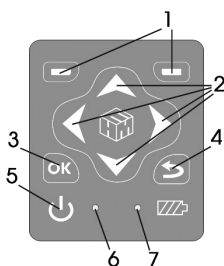
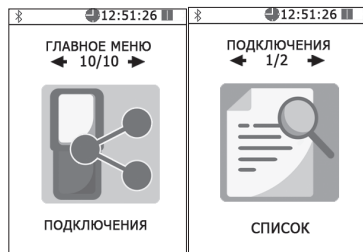

Рисунок 2
Рисунок 3
8.2.2. При наличии в комплекте поставки БУИ включить его. Для этого необходимо нажать и удерживать не менее 3 с кнопку 5 (рис. 2).
При этом должен загореться индикатор 6 (рис. 2), обозначающий включенное состояние БУИ.
8.2.3. На клавиатуре БУИ нажать правую контекстную кнопку 1 (рис. 2) «далее» для перехода в «главное меню». С помощью кнопок и (рис 2) перейти к пункту меню «подключения» и нажать кнопку . При этом осуществится переход в меню «подключения» к пункту «список» (рис. 3).